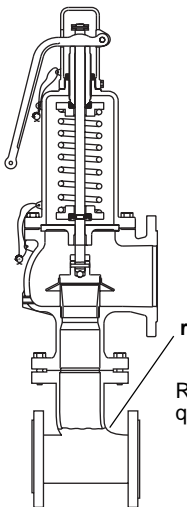
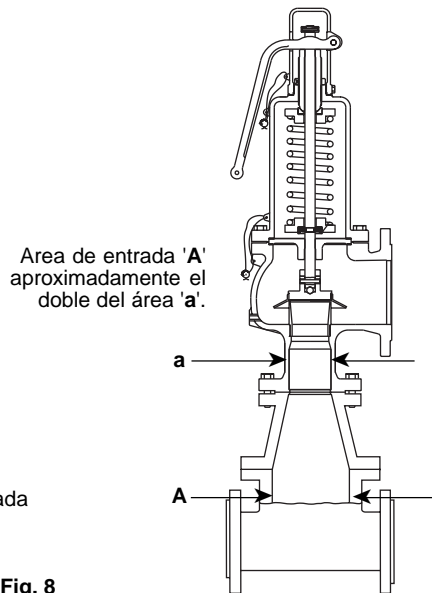

Fig. 7
Fig. 8
- 5.4 La tubería de entrada nunca debe ser un diámetro inferior al de la válvula (ver Fig. 7 y Fig. 8).
La conexión de la tubería de entrada no deberá ser más pequeña que la válvula. (Ver Fig.7 y 8).